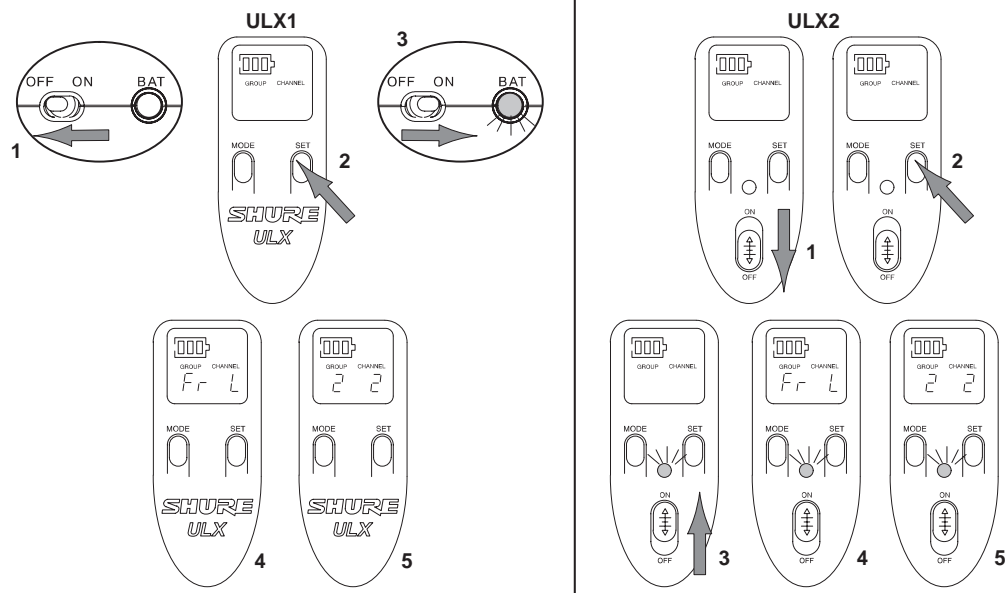

FIGURA 33
1. Vea la Figura 33. Ponga el interruptor de alimentación en la posición de apagado y espere que la luz de la pantalla se apague.